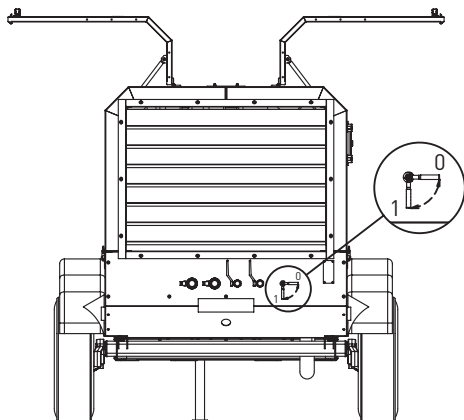

Рис. 4.3.1
1. Убедитесь в том, что кран включения нагрузки находится в положении «0» (Start) Рис.4.3.1 и что в компрессоре нет избыточного давления.
8. Подождите, пока компрессор прогреется 5-10 минут (в зависимости от температуры окружающей среды), затем поверните кран включения нагрузки в положение «1» (RUN) Рис.4.3.1. Компрессор готов к работе.
2. Поверните кран включения нагрузки в положение «1» Рис.4.3.1.